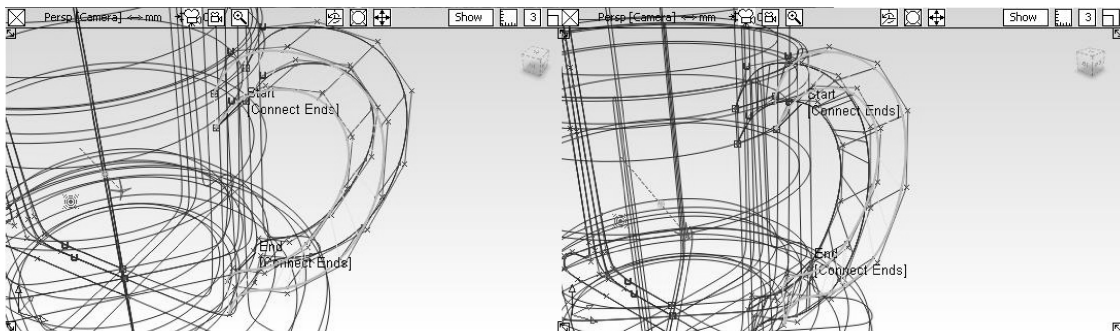

图 2-63 封闭把手
- 24 继续使用【Skin】工具，依次单击把手前面的两条曲线，形成【Skin】面。取消选择，继续操作，依次单击把手后侧的两条曲线，形成【Skin】面，把手各面封闭，如图 2-63 所示。